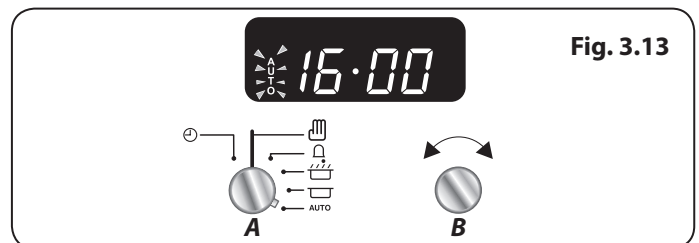

Fig. 3.13
6. Lorsque le programme démarre, le symbole de cuisson apparaît à l'écran. Une fois la durée écoulée, une alarme retentit et le four multifonction cesse de fonctionner. Le symbole de Cuisson disparaît et le mot **AUTO** clignote (**Fig. 3.13**).